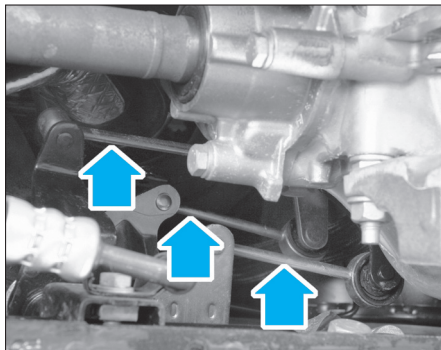

FIG. 4
- Au niveau de la boîte, par le dessous, désaccoupler les biellettes de commande des vitesses (Fig.4).